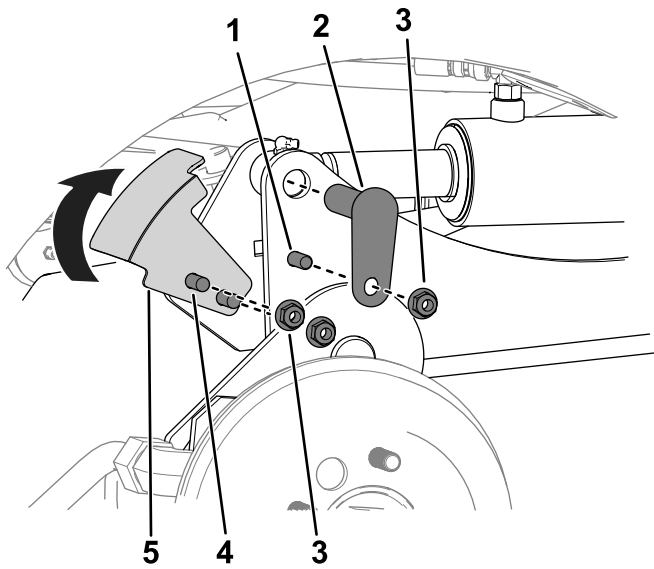

Figura 12
4. Fije cada extremo de varilla de cilindro a cada brazo de elevación con un pasador pequeño, pernos ($\frac{3}{8}$ " x $1\frac{1}{4}$ " y una tuerca ($\frac{3}{8}$ "), tal y como se muestra en la Figura 12.
5. Fije el soporte del sensor al brazo de elevación derecho con 2 pernos de cuello cuadrado y 2 tuercas ($\frac{3}{8}$ "), tal y como se muestra en la Figura 12.
Al instalar el soporte del sensor, gire el soporte hacia arriba (tal y como se muestra en la Figura 12) antes de fijarlo con abrazaderas.